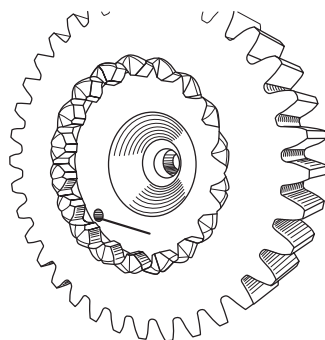

Рис. 7
- ❗ **ВНИМАНИЕ: Убедитесь в отсутствии дистанционных штифтов в отверстии (Рис. 7) или резинового демпфера в валу заднего моста РК, иначе прямая передача в РК включаться НЕ БУДЕТ!**